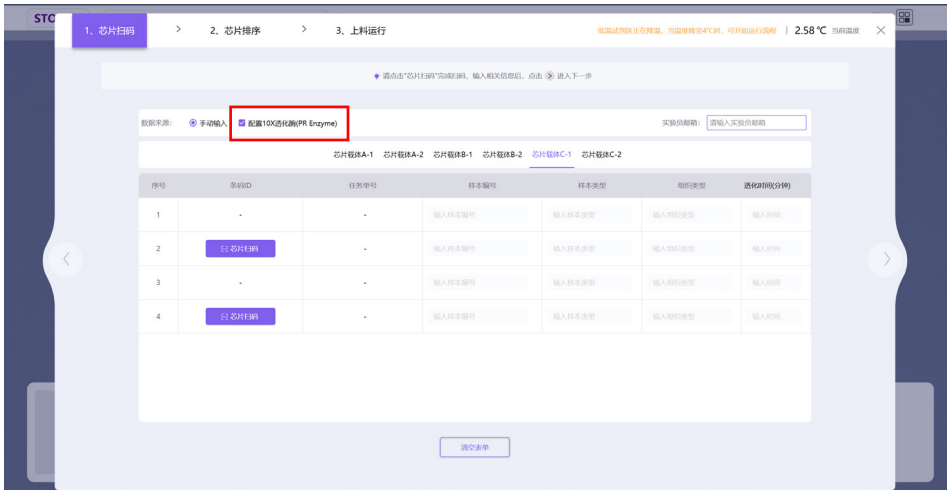
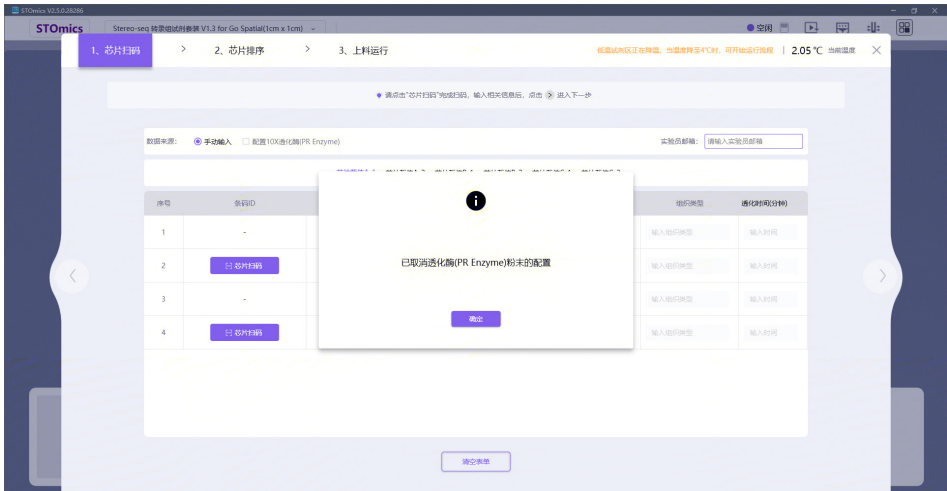

图 A-2 C 模块信息录入界面，点选取消透化酶配制选项
图 A-3 取消透化酶配制确认界面图
- c. 信息录入：点击流程运行后，将进入“芯片扫码”界面。参考图 A-2 和图 A-3，点击取消软件界面“配制 10X 透化酶（PR Enzyme）”前的勾选项（见图 A-2）；跳出弹框“已取消透化酶（PR Enzyme）粉末的配置”（见图 A-3），点击确定。软件会取消 10X 透化酶粉末的配制步骤。